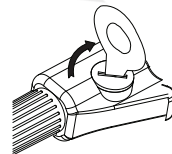

fig.3
---Remettez le couvercle de la batterie en place et tournez-le dans le sens des aiguilles d'une montre pour le fixer (fig.3).